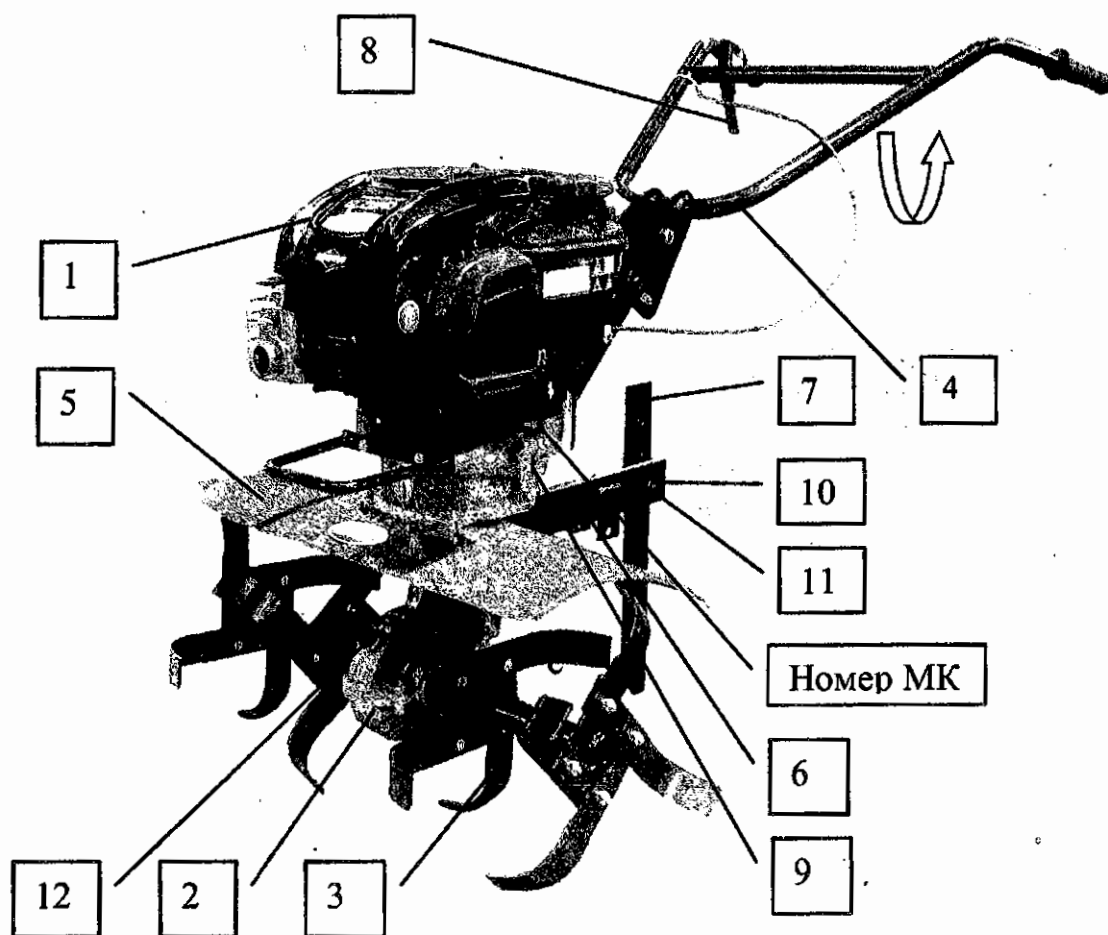

Рисунок 1-Мотокультиватор «Гарпан-03»
1.3.1 Основными узлами мотокультиватора являются (рисунок 1):
1.4.1 Принцип действия мотокультиватора: от двигателя поз.1 (рисунок 1) через редуктор поз.2 приводится во вращение вал редуктора, на котором закреплены фрезы культиватора поз.3. Фрезы, вращаясь, рыхлят верхний слой почвы и одновременно перемещают мотокультиватор вперед. Конструкция мотокультиватора дает возможность быстрого отделения двигателя с рулевым управлением от редуктора с фрезами. Для этого необходимо освободить откидные болты поз.9.
1.5.2 Заводской номер мотокультиватора указан на стыковочном устройстве слева ударным способом (рисунок 1).
Закрепите регулятор поз.7 (рисунок.1) на кронштейне поз.6 при помощи оси поз.10 с фиксатором поз.11, установленных на кронштейне поз.6.